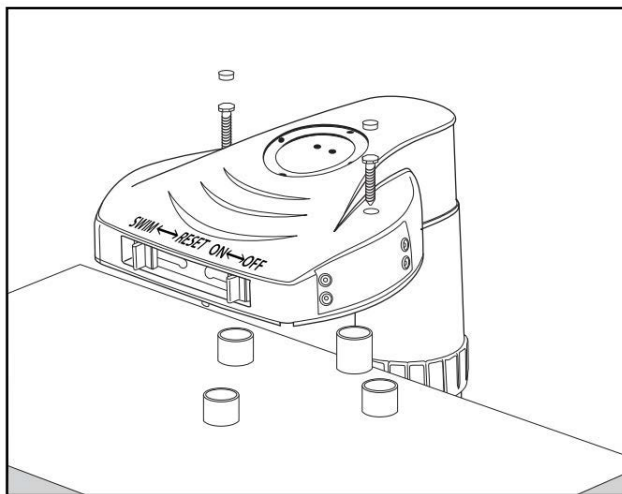

Figura 1
PASO 1: Verifique que la alarma esté ajustada en la localidad que ha sido determinada anteriormente. Como lo muestra la **Figura 1**, el tubo de conexión del sensor de la alarma debe estar en el agua y el área de montaje debe estar nivelada y plana. La base de la alarma debe de encajar fácilmente en la parte inferior de la carrocería principal de la alarma y permitir que la conexión del sensor se extienda directamente hacia la piscina en un ángulo de 90°.